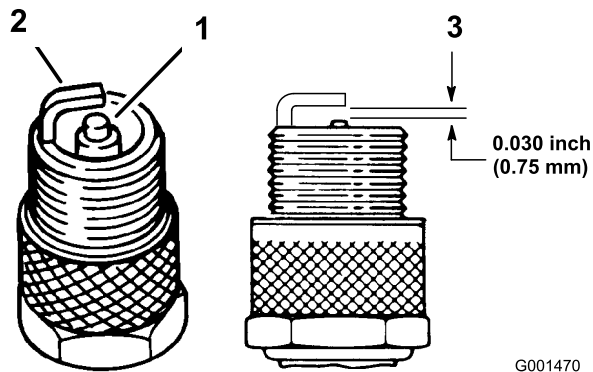

Figura 26
1. Controllate la parte centrale delle candele (Figura 26). Se l'isolatore è di color marrone chiaro o grigio, il motore funziona correttamente. Una patina nera sull'isolatore significa in genere che il filtro dell'aria è sporco.
3. Controllate la distanza tra gli elettrodi centrale e laterale (Figura 26). Piegate l'elettrodo laterale (Figura 26) se la distanza non è corretta.
**Nota:** Verificate che la distanza fra gli elettrodi sia corretta (Figura 26).
3. Collegare i cappellotti alle candele (Figura 26).